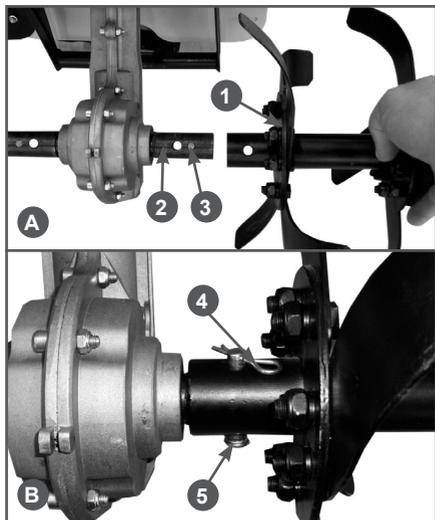

Рис. 4 Установка фрез
4. Установите фрезы 1 на втулку 2 выходного вала редуктора (Рис. 4А).
Перед установкой фрез убедитесь, что втулка 2 и палец 3 втулки установлены на выходной вал редуктора (Рис. 4А).
Совместите отверстия во фрезе, втулке и выходном валу редуктора и вставьте в отверстия пальцы 5. Зафиксируйте пальцы 5 шплинтами 4 (Рис. 4В).